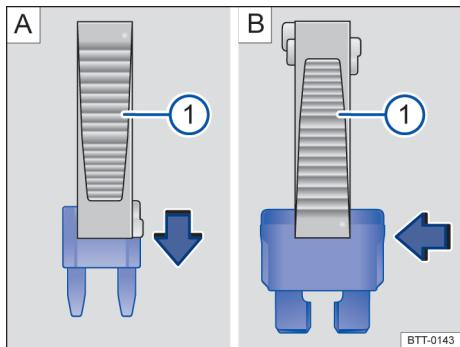

Fig. 121 Remover ou instalar um fusível com a garra da pinça de plástico ①.
- Se necessário, retirar a pinça de plástico → Fig. 121 ① da cobertura da caixa de fusíveis.
- Em caso de *fusíveis pequenos*, encaixar a garra ① por cima → Fig. 121 A.
- Em caso de *fusíveis maiores*, empurrar a garra ① lateralmente sobre o fusível → Fig. 121 B.
- Caso o fusível esteja queimado, substituir o fusível por um novo da *mesma* intensidade de corrente (mesma cor e inscrição) e do *mesmo* tamanho → ①.